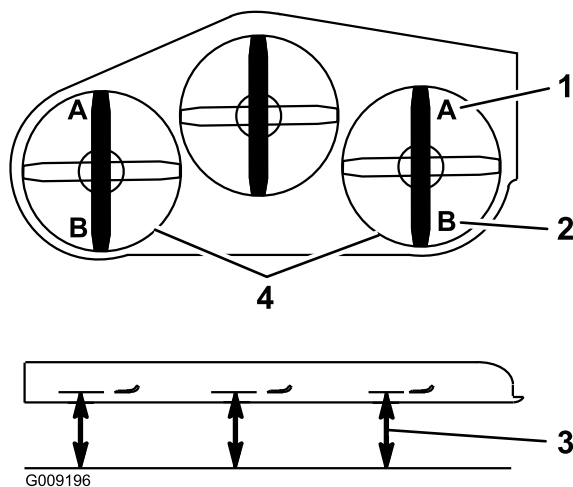

Figure 96
9. De chaque côté du plateau de coupe, mesurez la distance entre la surface plane et la pointe avant de la lame (position A), comme montré à la Figure 96.
15. De chaque côté du plateau de coupe, mesurez la distance entre la surface plane et la pointe arrière de la lame (position B), comme montré à la **Figure 96**.